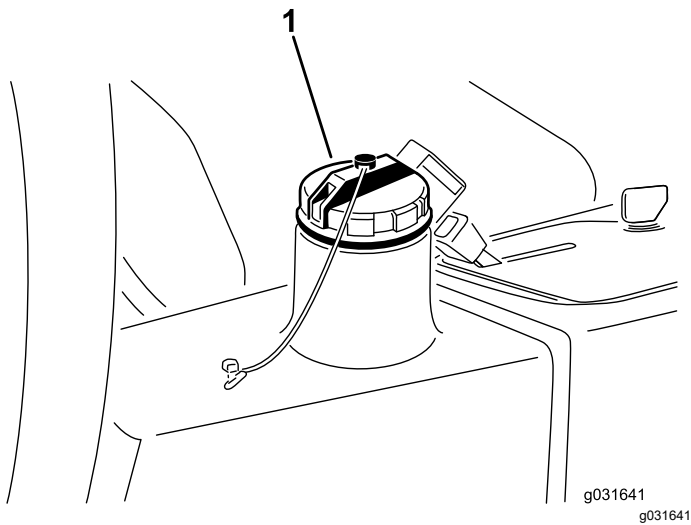

図 66
4. 油圧オイルタンク **図 66** に約 13.2 リットルの油圧オイルを入れる **油圧作動液の仕様** (ページ 49)と**油圧オイルの量を点検する** (ページ 50)を参照。